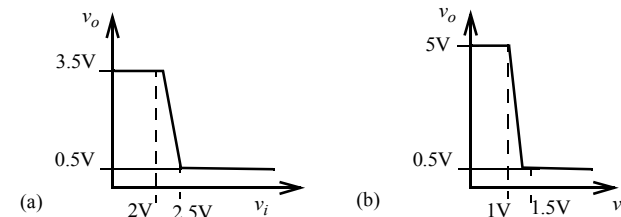

Figura 1
13.- Obtener el margen de ruido para cada una de las familias lógicas cuya característica de transferencia se muestra en la figura 1(a) y (b). ¿Cuál de ellas presenta una mayor inmunidad al ruido y por qué?